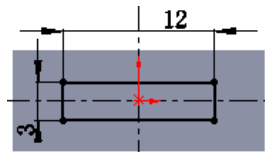

图 7.7 横断面草图
② 定义横断面草图。在草图环境中绘制图 7.7 所示的横断面草图。
③ 选择下拉菜单 **插入(I)** → **退出草图** 命令，退出草图环境，此时系统弹出“凸台—拉伸”对话框。